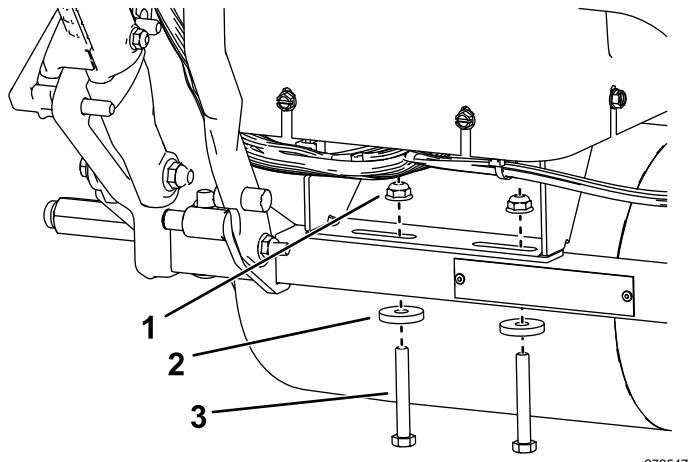

Figure 11
2. Montez le support arrière du socle sur le châssis, comme montré à la Figure 11.